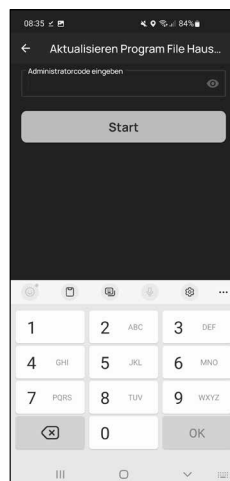

Fig. 8
- ⑨ Vous êtes prié de vous authentifier avec votre code administrateur. Entrez-le et confirmez par « Départ » (Fig. 8).